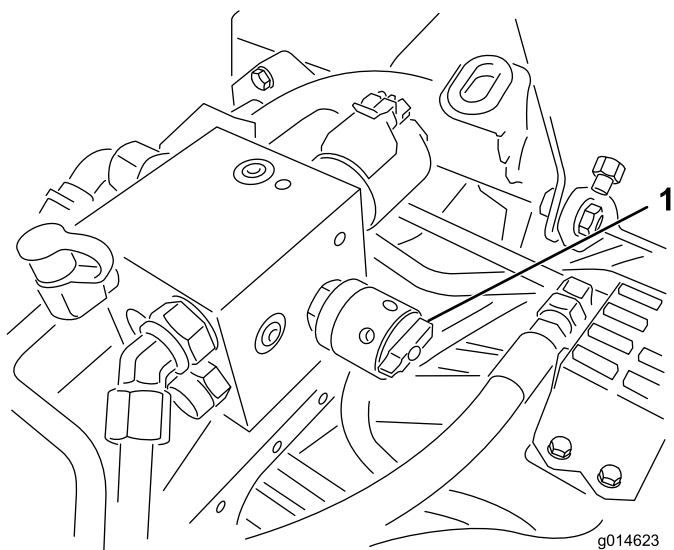

Figura 51
6. Girate il comando di velocità dei cilindri in posizione 1 Figura 51.